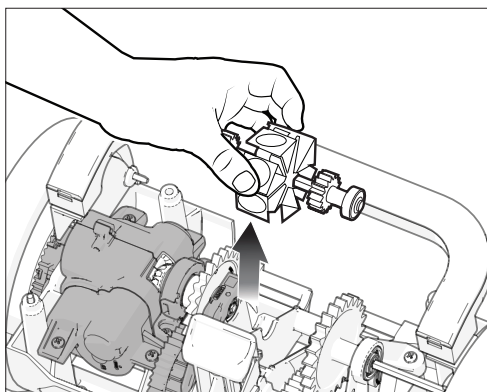

Figure 11. Retirer le moteur
Aucun outil requis (Figure 11).
4. Réinstaller le moteur. Veiller à ce que le moteur soit installé avec le palier en métal sur le côté « B » du nettoyeur où se trouvent le dispositif de contrôle de direction et les engrenages noirs (Figure 11).